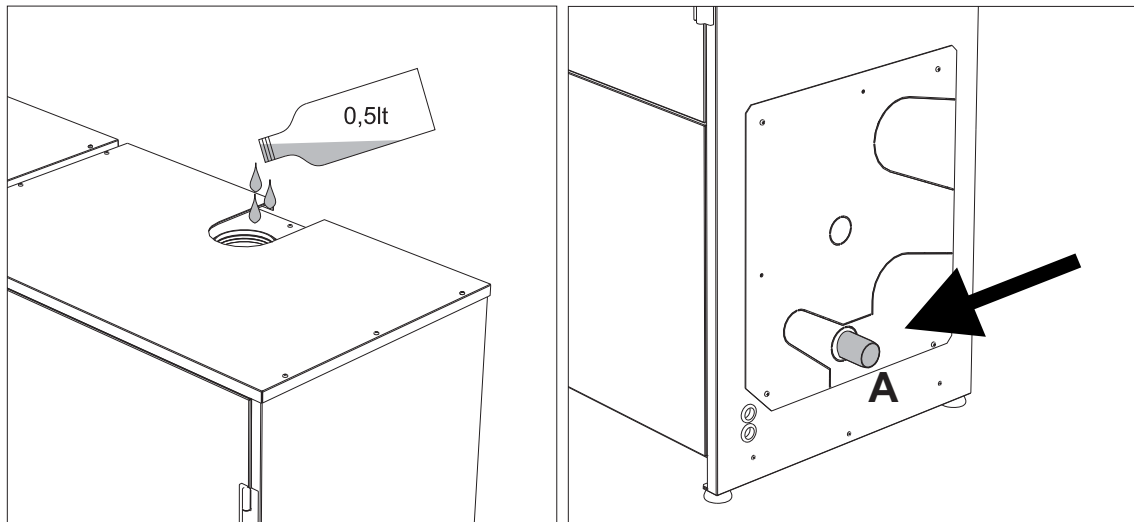

fig. 57- Conexión de la descarga de condensado
2. Conecte el tubo de descarga de la caldera y descarga de condensado (A - fig. 57) a un desagüe apropiado.